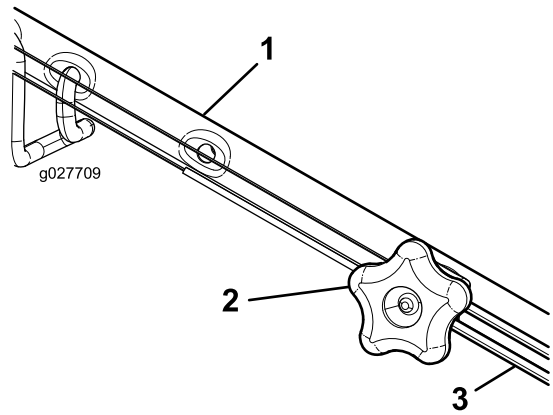

Figure 31
- Tournez le bouton de réglage dans le sens antihoraire pour desserrer le réglage du câble (Figure 31).
- Ajustez la tension du câble (Figure 31) en le tirant en arrière ou en le poussant en avant puis en le maintenant à cette position.